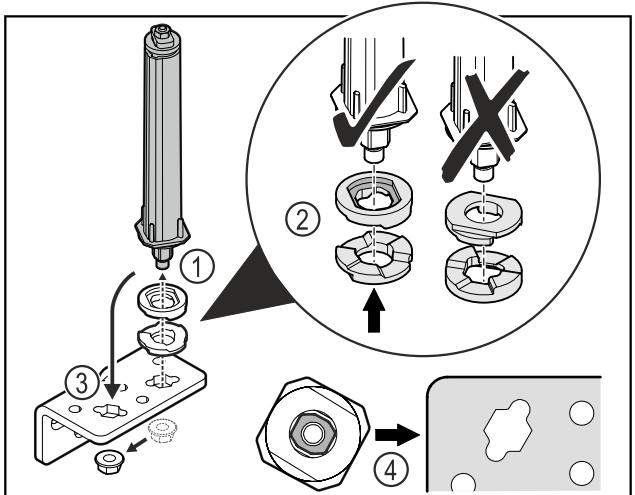

Fig. 42
- ▶ Aflojar la tuerca y retirar el sistema de bloqueo de la puerta Fig. 42 (1).
- ▶ Tener en cuenta la orientación correcta de las arandelas de ajuste de altura Fig. 42 (2).
- ▶ Cambiar la posición del sistema de cierre de la puerta en la escuadra de bisagra y fijar con la tuerca Fig. 42 (3).
- ▶ Tener en cuenta la orientación correcta del sistema de cierre de la puerta al insertarlo Fig. 42 (4).